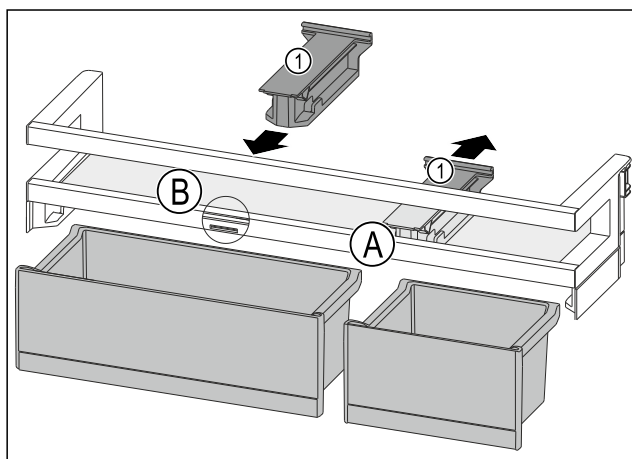

Fig. 85
- Retirer la pièce de retenue Fig. 85 (1) en position Fig. 85 (A) vers l'arrière.
- Mettre la pièce de retenue Fig. 85 (1) en position Fig. 85 (B).